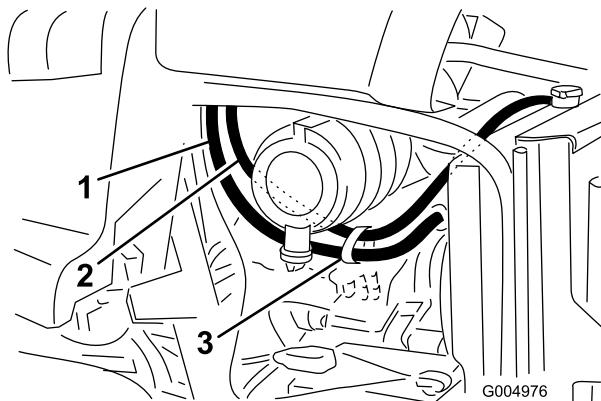

図 14
12. ホースクランプを使ってホースをT字フィッティングに固定する図 14。
- ラジエーターのオーバーフロータンクのホースを、ラジエーター上からラジエーターを横断させて左側へ導き 図 14 に示すようにエアクリーナの下を通す。